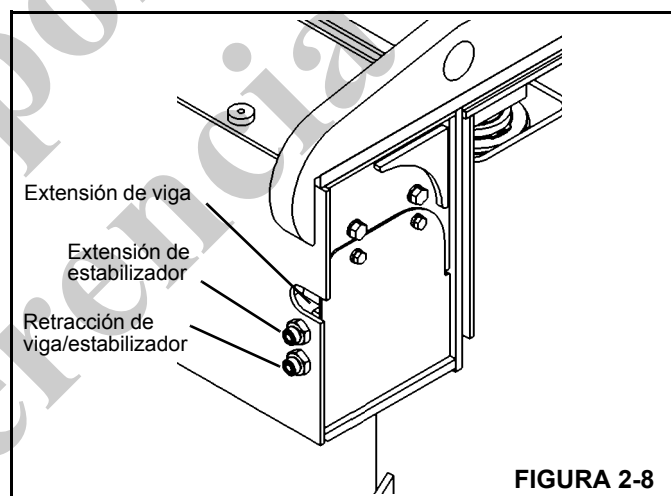

FIGURA 2-8
2. Instale un manómetro en la línea de retracción (Figura 2-8).
2. Instale un manómetro en la línea de extensión (Figura 2-8).